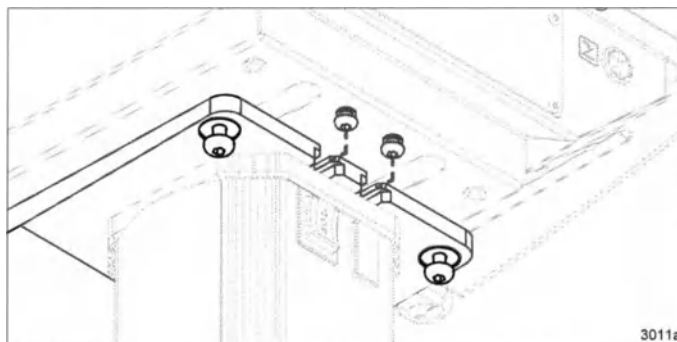

Рисунок 3-2
- 1 Скользящим движением установите консоль на верхнюю пластину, чтобы два выступа (винта) на нижней части консоли зашли в два отверстия на пластине (см. Рисунок 3-2 на стр. 38).